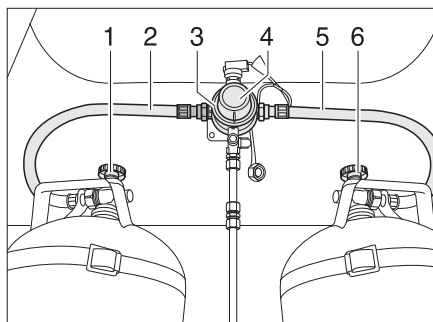
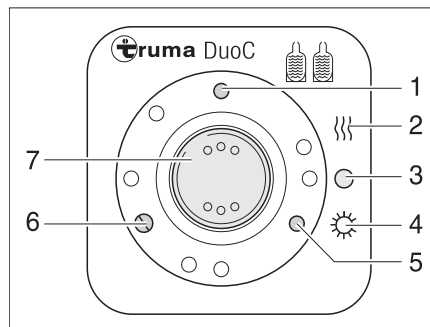

Fig. 178 Dispositif de commutation Duo-Control
Fig. 179 Unité de commande
Le dispositif de commutation DuoControl consiste en une robinetterie de commutation (Fig. 178,3) et l'unité de commande (Fig. 179). La robinetterie de commutation est montée entre les flexibles de gaz (Fig. 178,2 et 5). Un bouton rotatif (Fig. 178,4) situé sur la robinetterie de commutation permet de définir laquelle des bouteilles de gaz est celle de service et laquelle est celle de réserve.
Seules les fonctions électriques peuvent être activées sur l'unité de commande (Fig. 179). Les robinets principaux des bouteilles de gaz (Fig. 178,1 et 6) doivent être ouverts manuellement.
La robinetterie de commutation garantit une pression du gaz constante, indépendamment de la bouteille qui fournit le gaz. Les deux voyants de contrôle sur l'unité de commande indiquent le niveau de remplissage de la bouteille de service. Quand le voyant de contrôle (Fig. 179,6) est vert, la bouteille de service est pleine. Quand le voyant de contrôle (Fig. 179,5) est rouge, la bouteille de service est vide. L'alimentation en gaz se fait alors via la bouteille de réserve.
- Ouvrir les robinets principaux des bouteilles de gaz (Fig. 178,1 et 6).
- Avec le bouton rotatif (Fig. 178,4) situé sur la robinetterie de commutation (Fig. 178,3), sélectionner la bouteille de gaz à partir de laquelle le gaz sera utilisé principalement (bouteille de service). Toujours tourner le bouton rotatif à fond.
- Mettre en service le dispositif de commutation DuoControl sur l'unité de commande (Fig. 179). Pour ce faire, régler le commutateur à bascule (Fig. 179,7) sur régime hiver "Affichage à distance Marche et chauffage" (Fig. 179,2) ou bien sur régime été "Affichage à distance Marche" (Fig. 179,4). La robinetterie de commutation est maintenant purgée. Le voyant de contrôle jaune (Fig. 179,1) s'allume lorsque le régime hiver est sélectionné et que l'installation de dégivrage du régulateur est enclenchée.
- Mettre le commutateur à bascule (Fig. 179,7) sur "O" (Fig. 179,3). Le voyant de contrôle jaune (Fig. 179,1) s'éteint.
- Fermer les robinets principaux des bouteilles de gaz (Fig. 178,1 et 6).
Les voyants de contrôle de l'unité de commande (Fig. 179,5 et 6) signalent à l'intérieur du véhicule si la bouteille de gaz est en état de marche.
Lorsque le voyant de contrôle vert (Fig. 179,6) s'éteint pendant le fonctionnement et que le voyant de contrôle rouge (Fig. 179,5) s'allume, la bonbonne de gaz sélectionnée comme bouteille de service est vide et doit être remplacée. La bouteille de réserve alimente les appareils à gaz.